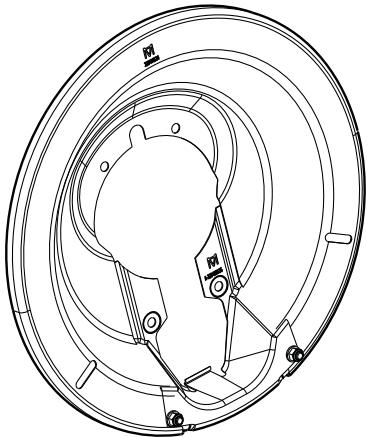

Figura 6.17
- A fin de adaptarse al eje MTec6, Meritor ha lanzado un nuevo protector contra el polvo de 2 piezas, el cual es compatible con nuestros ejes estándar de 5 pulgadas y con el nuevo eje MTec6 (de 6 pulgadas). Este protector contra el polvo se debe usar en ejes fabricados después de marzo de 2018. Todos los protectores contra el polvo tienen el número de pieza grabado para fines de identificación. Antes de montar el protector contra el polvo en el conjunto del eje, cerciórese que los números de pieza del kit del protector contra el polvo coincidan con los números de pieza de los mismos. Figura 6.17.